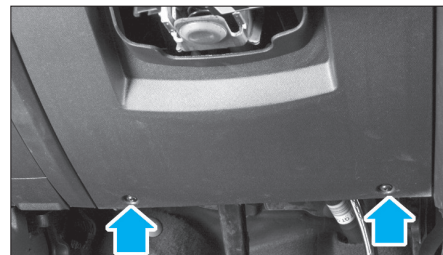

FIG. 8
- la garniture inférieure gauche (Fig.8).